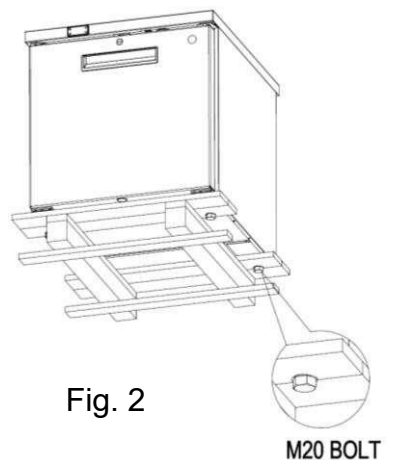

Fig. 2
- Retirez les deux boulons M20 du dessous du meuble (voir Fig. 2)